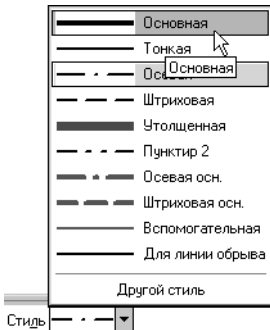

Рис. 9.24. Выбор стиля линии
3. Выберите из раскрывающегося списка **Стиль** на Панели свойств стиль линии *Основная* (рис. 9.24).